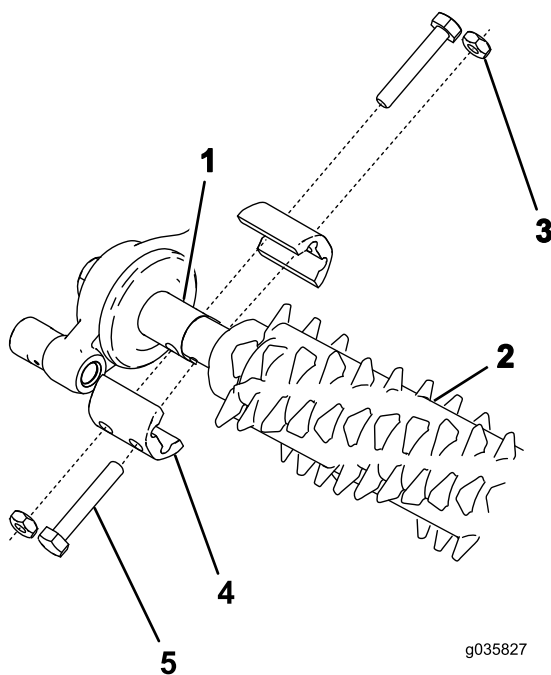

Figure 14
2. Alignez le groomer et les arbres courts d'entraînement du boîtier d'entraînement et de l'ensemble de tension (Figure 14).
3. Fixez le groomer sur la machine à l'aide de 4 boulons ($\frac{1}{4}$ " x $1\frac{1}{2}$ "), 4 écrous de blocage et 4 colliers d'arbre, comme montré à la Figure 14.